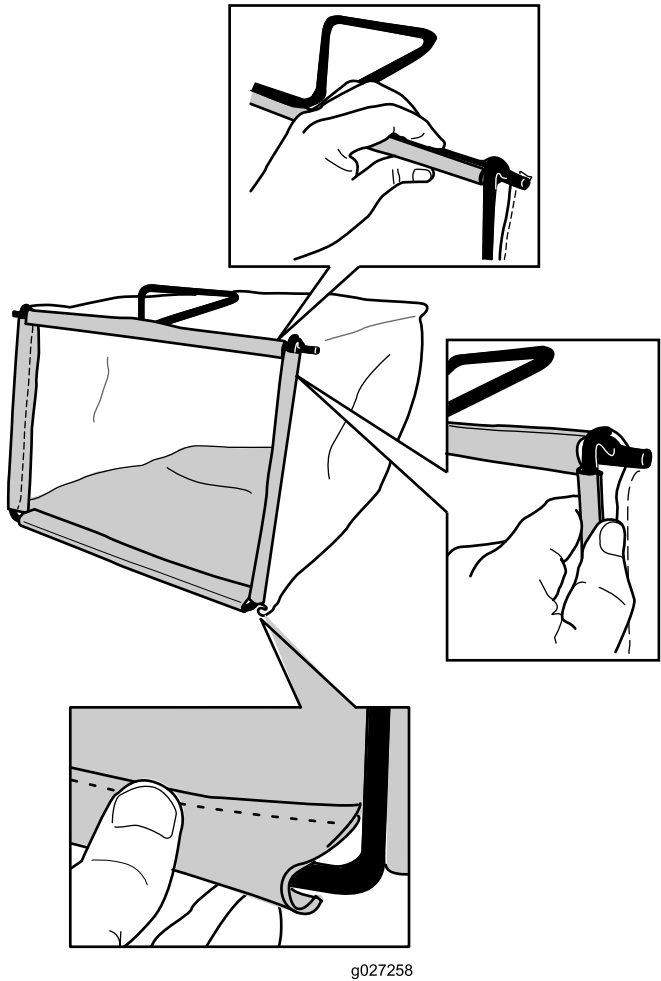

Figura 9
2. Enganche el canal inferior del recogedor en la parte inferior del bastidor (Figura 9).
3. Enganche los canales superiores y laterales del recogedor en la parte superior y en los laterales del bastidor, respectivamente (Figura 9).